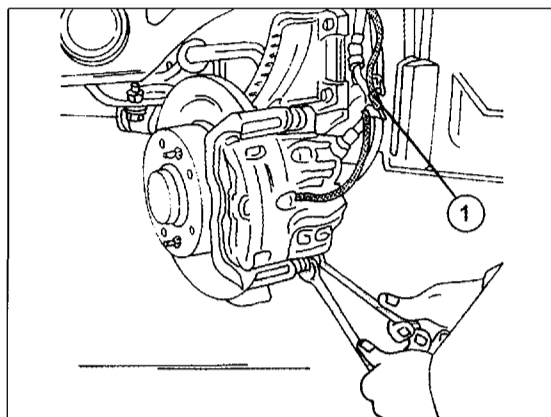

Bild 291
- Unter Bezug auf Bild 291 mit Hilfe eines Ringschlüssels und eines Gabelschlüssels zum Gegenhalten an der Innenseite, die beiden Führungsschrauben aus den Gleitbolzen herausdrehen. Die Schrauben sind selbstsichernd und müssen erneuert werden. Nur im Notfall kann man sie beim Einbau mit Gewindesicherungsmittel „Loctite“ einschmieren.
- Beide Schrauben jetzt mit einem Anzugsdrehmoment von 27 Nm anziehen. Zuerst wird die untere Schraube angezogen. Dabei wieder die Innenseite des Gleitbolzens gegenhalten, wie es in Bild 291 zu sehen ist.